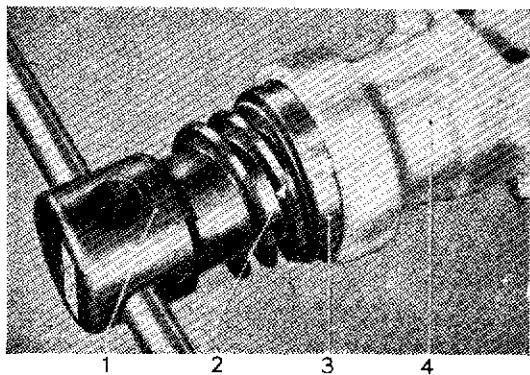

Fig. 36. — Extraction du joint à lèvres de la prolonge
- Extraire le joint arrière de la prolonge de boîte (extracteur S 1085) (voir fig. 36).